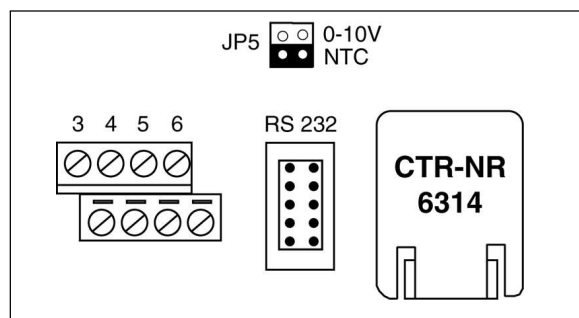

Fig 3.3 Verplaatsen van de jumper op een CM 335 regelaar.
* Onder de grote afdekkap zit een jumper JP5 (zie figure 3.3) die standaard in de stand buitentemperatuur opnemer staat. Indien de ingang voor 0-10 V setpoint gebruikt wordt, dient de jumper in de bovenste positie gezet te worden.